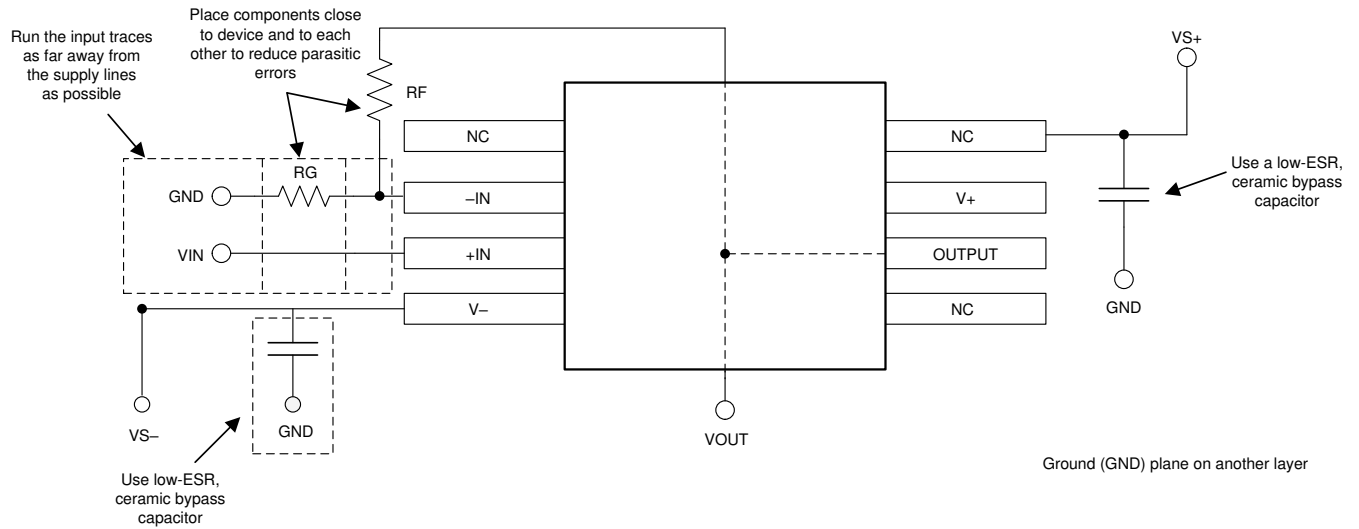

图 11-2. 同相配置的运算放大器电路板布局
- 外部元件应尽量靠近器件放置。如图 11-2 所示，使 RF 和 RG 靠近反相输入可最大限度减小寄生电容。